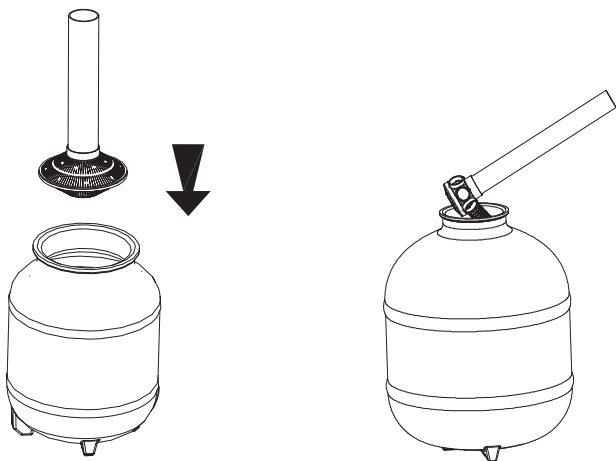

Abbildung 3 + 4 / Illustration 3 + 4
- Füllen Sie den Filterquarzsand bis zu einer Füllhöhe von ca. $\frac{3}{4}$ der Kesselhöhe ein. (Abbildung 3)